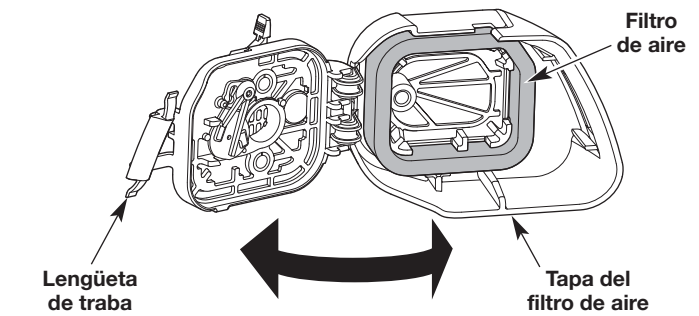

Fig. 18
1. Abra la tapa del filtro de aire. Presione la lengüeta de de traba hacia adentro y gire la tapa del filtro de aire hacia la derecha (Fig. 18).
2. Saque el filtro de aire del interior de la tapa (Fig. 18).
6. Vuelva a poner el filtro dentro de la tapa del filtro de aire (Fig. 18).
7. Cierre la tapa del filtro de aire. Gire la tapa del filtro de aire hacia la izquierda y presiónela hasta que la lengüeta de traba encaje en su lugar (Fig. 18).